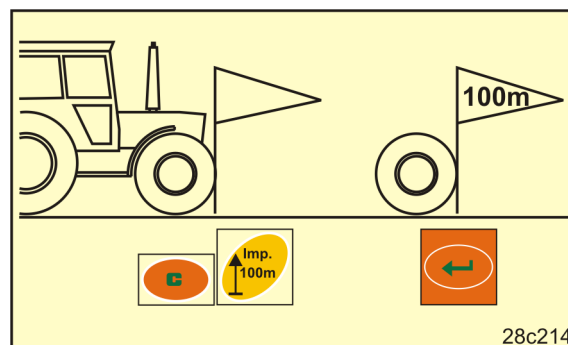

Рис. 19
2. Установите трактор в исходное положение (Рис. 19), а сеялку – в рабочее положение (по обстоятельствам прекратите дозирование посевного материала).